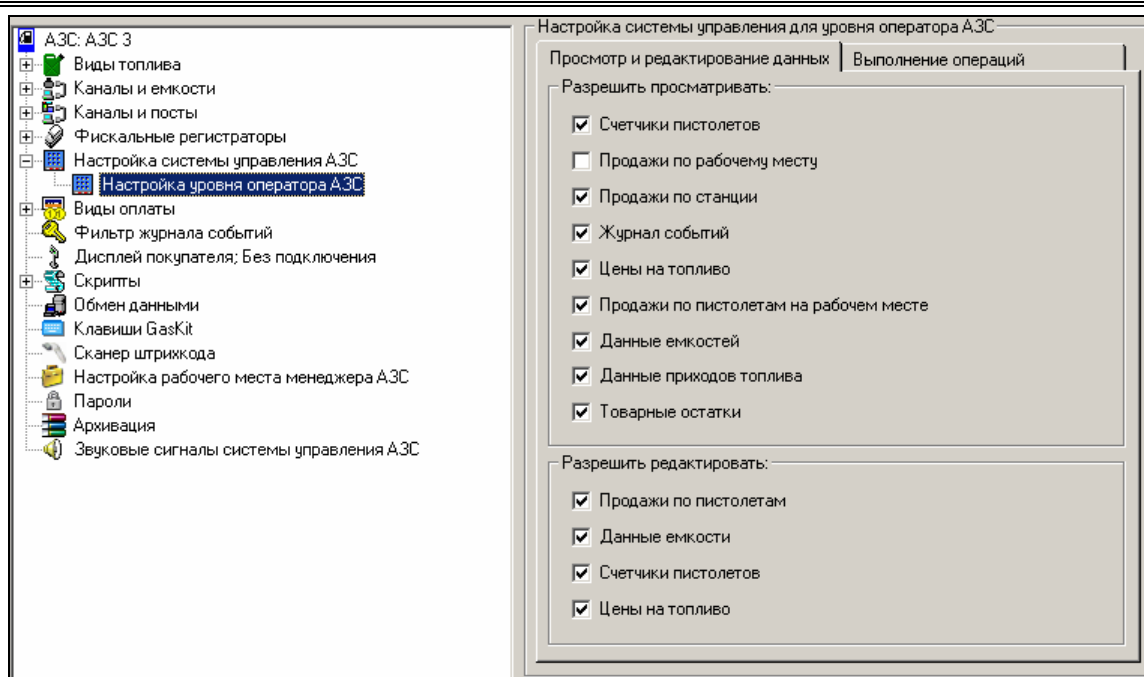

Рисунок 19
- Настройка уровня оператора АЗС (рисунок 19).